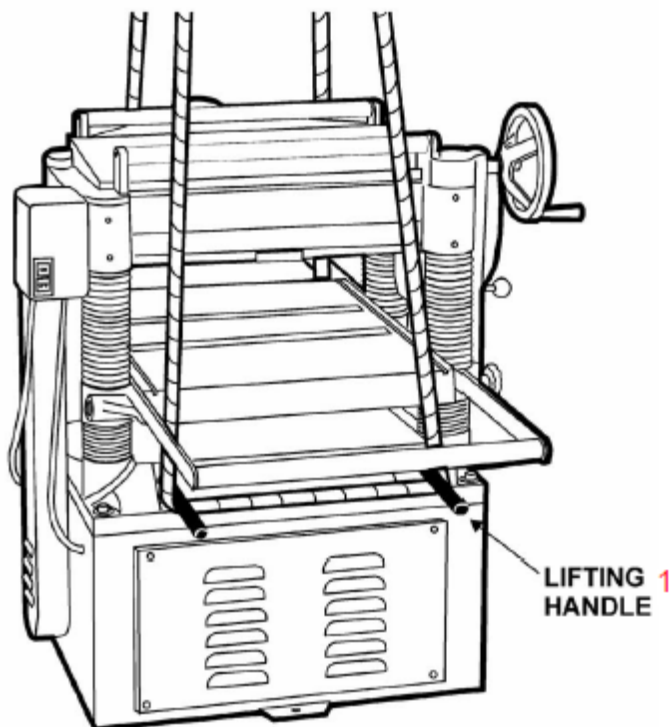

Рис. 3: 1 – рукоятки для подъема
1. На станке имеются четыре рукоятки для подъема (рис. 3). При использовании их следует вытянуть, если они не используются – задвинуть.
2. Если для подъема станка используются чалки или вилочный погрузчик, поднимать станок следует только за рукоятки (рис. 3). При подъеме станок должен быть выровненным.